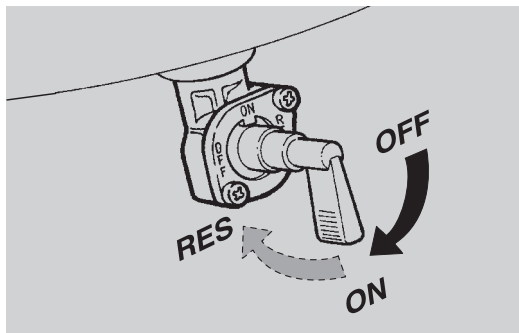

Abb. 38
- den Kraftstoffhahn auf "OFF" stellen (Abb. 38);